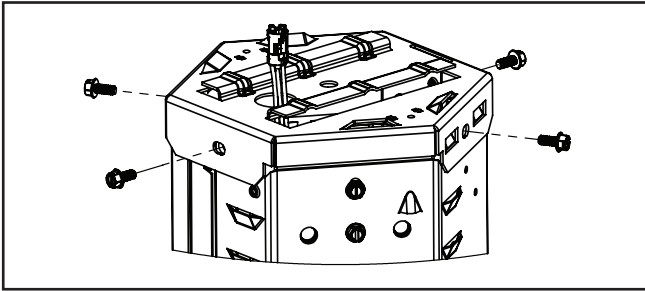

Figura 4.
4. Ajuste los (4) tornillos incluidos hasta una torsión de 10 lb-pulg. (Figura 4.)